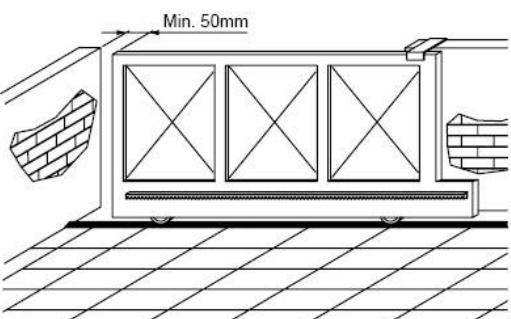

рис. 12
- Лапки должны останавливать створку до того, как последняя достигнет механического упора (ловушки). В целях безопасности оставьте расстояние около 50 мм между створкой и стопором (ловушкой), в соответствии с существующими нормами, или используйте пневмопрофиль мин 50 мм толщины (рис. 12).